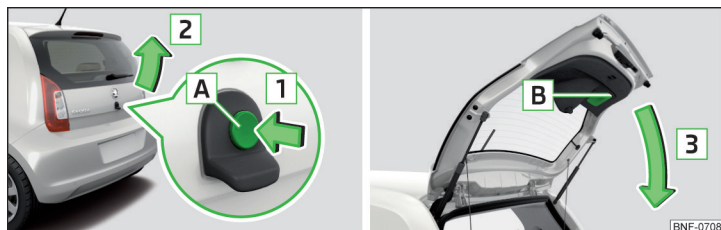

Abb. 34 Gepäckraumklappe öffnen/schließen
Die Taste **A** » Abb. 34 auf Seite 44 wird beim Anfahren bzw. ab einer Geschwindigkeit von mehr als 5 km/h deaktiviert. Nach dem Anhalten und Öffnen einer Tür wird die Taste wieder aktiviert.
- Zum **Öffnen** die Taste **A** in Pfeilrichtung **1** drücken » Abb. 34.